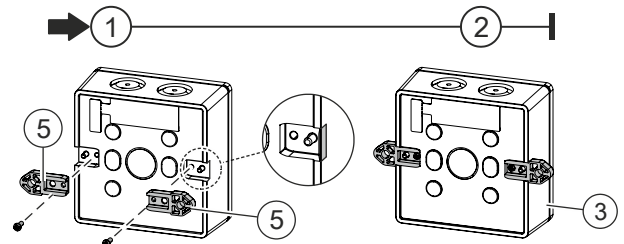

Fig. 4
2. Break out the required entry openings in the back box (3).
4. Cut out the side openings for both fastening tabs (5) on the rear side of the back box (see Fig. 4).
5. Install the fastening (5) tabs from behind onto the rear wall of the back box (3) using the screws supplied.
6. Install the back box (3) on a level surface using the fastening tabs (5).
2. Brechen Sie die benötigten Zuleitungsöffnungen im Gehäuseboden (3) aus.
4. Schneiden Sie auf der Rückseite des Gehäusebodens (3) seitlich die Öffnungen für die beiden Befestigungslaschen (5) aus (siehe Fig. 4).
5. Montieren Sie die Befestigungslaschen (5) von hinten mit den beigelegten Schrauben auf der Rückwand des Gehäusebodens (3).
6. Montieren Sie den Gehäuseboden (3) an den Befestigungslaschen (5) auf einer planen Oberfläche.